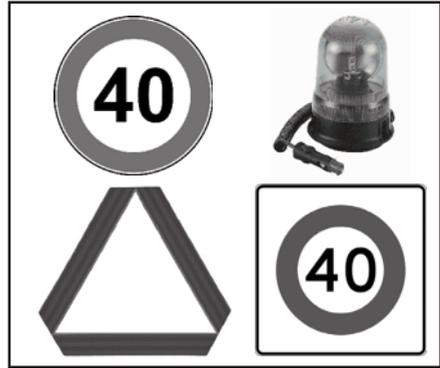

Abb. 2.20
- Sicherstellen, dass der Traktor und die eventuell vorhandenen Anbaugeräte mit den Hinweissymbolen für langsame Fahrzeuge oder mit einer Rundumleuchte ausgestattet sind, wenn dies vom Gesetz vorgeschrieben ist (Abb. 2.20).